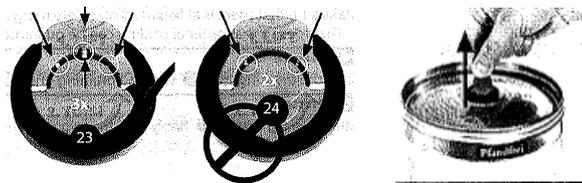

Abbildung 1
*Die Abdichtungen mit dem Code Nr. 22 müssen von dem Markierungsring entfernt werden, danach kann das Fass mit dem Bolzen durchgestochen werden (Siehe Abbildung 1)